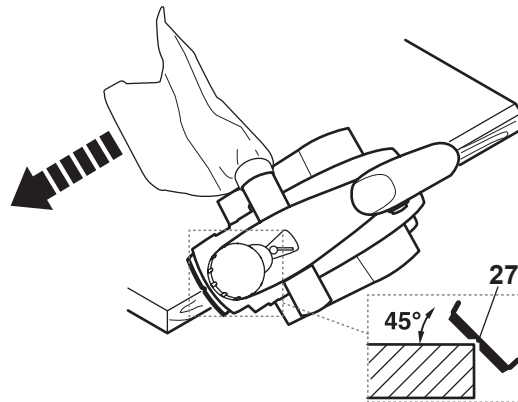

Fig. 11
- > Coloque a ranhura em V (27) na aresta da peça de trabalho (Fig. 11).